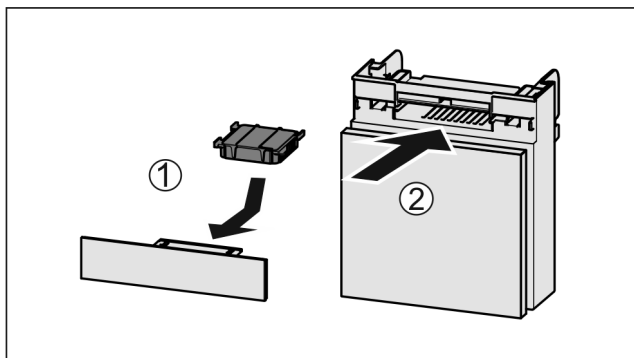

Fig. 179
- ▶ Insérer le filtre à charbon actif d'après le schéma Fig. 179 (1).
- ▶ Insérer le compartiment Fig. 179 (2).